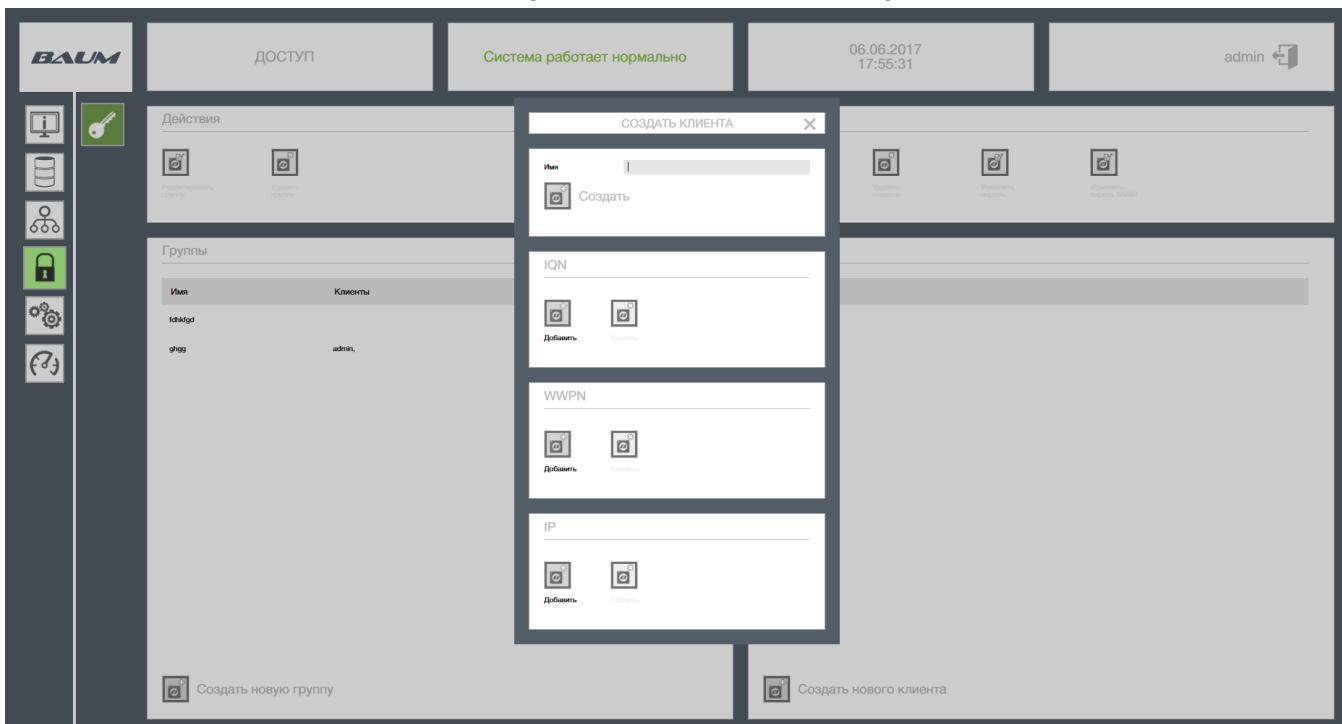

Рисунок 18 – Создание клиента
- 2) В области «Клиенты» нажать на кнопку «Создать нового клиента» (см. Рисунок 18).